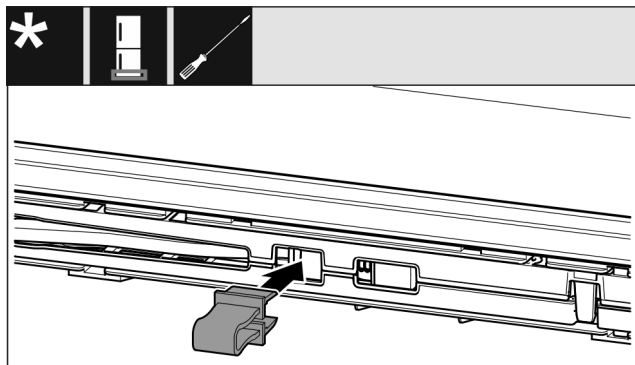

Fig. 13
► Innestare il fusibile nell'apertura. (vedere Fig. 13)